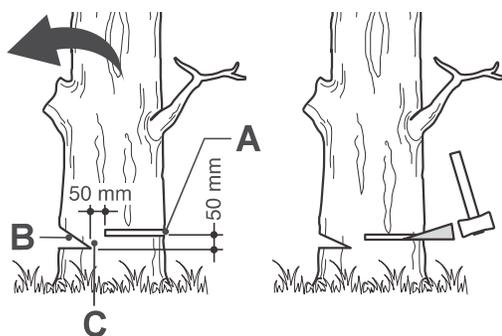

Fig. 36
Efetue o entalhe (Fig. 36, B) em 1/3 do diâmetro da árvore, perpendicularmente à direção da queda (Fig. 36). Efetue primeiro o corte do entalhe horizontal na parte inferior. Isto irá ajudar a evitar o aperto da corrente ou da guia quando estiver a efetuar o segundo entalhe.
1. Efetue o corte do entalhe complementar (Fig. 36, A) a pelo menos 50 mm acima do corte do entalhe horizontal (Fig. 36). Mantenha o corte do entalhe complementar em paralelo ao corte do entalhe horizontal. Efetue o corte do entalhe complementar de modo que exista madeira suficiente para atuar como se fosse uma dobradiça. A madeira que atua como dobradiça (Fig. 36, C) impede que a árvore se dobre e caia na direção errada. Não corte através da dobradiça.